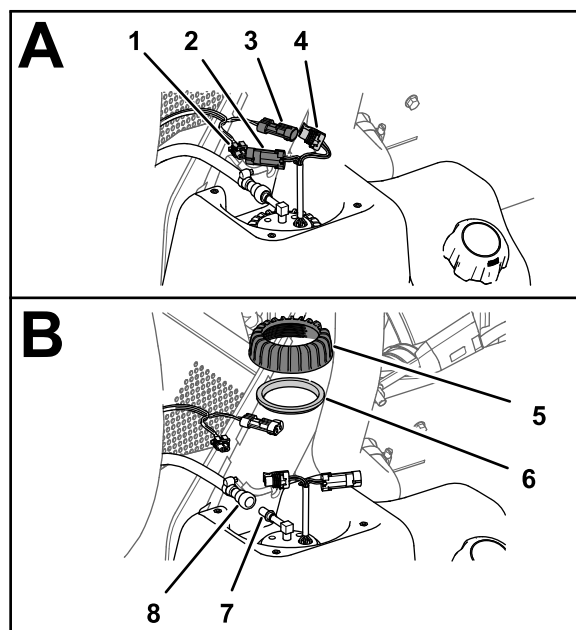

Рисунок 83
1. Отсоедините 2-гнездовой разъем жгута проводов машины от 2-штыревого разъема топливного насоса / устройства передачи сигнала; отсоедините 2-штыревой разъем жгута проводов машины от 2-гнездового разъема топливного насоса / устройства передачи сигнала (Рисунок 83).
2. Сдвиньте стопорную втулку муфты топливного шланга по направлению от штуцера топливного насоса / устройства передачи сигнала и снимите муфту и шланг со штуцера (Рисунок 83).
3. Поверните гайку топливного насоса / устройства передачи сигнала против часовой стрелки и снимите гайку и уплотнение (Рисунок 83).